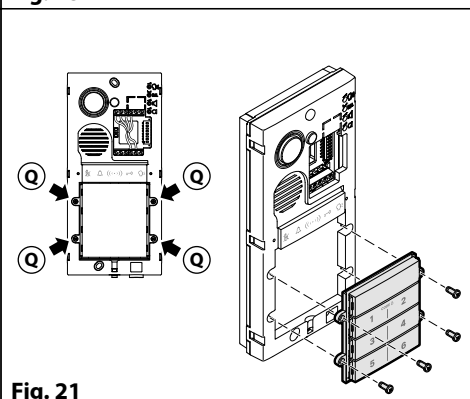

Fig. 21
3. **Per la configurazione con tastiera:** rimuovere le quattro viti (Q) e sostituire l'intero telaio dei cartellini con il telaio della tastiera fornita. Effettuare le opportune impostazioni dei dip-switch (Fig. 21).